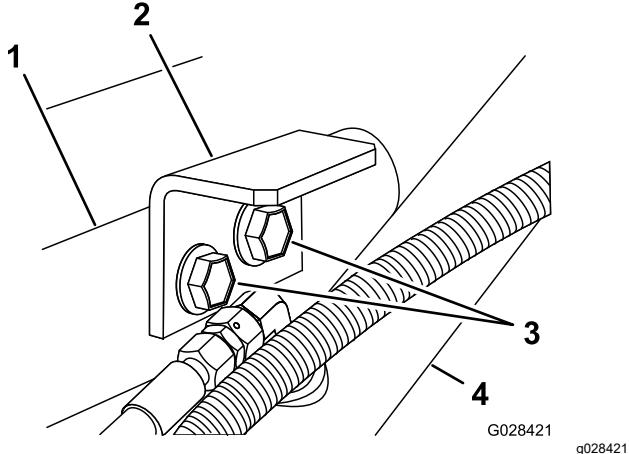

Figure 7
- Fixez les supports de maintien au support de tube et au cadre à l'aide des 2 boulons à embase et écrous à embase retirés à l'opération 1 (Figure 7).